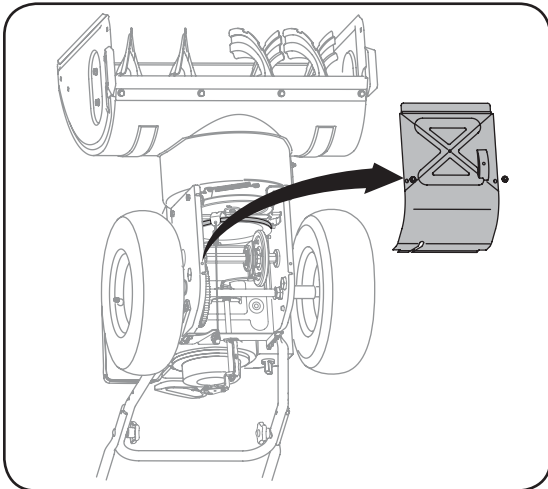

Figure 6-5
1. Basculez doucement la souffreuse vers l'avant pour la faire reposer sur l'habitacle de la tarière. Voir la Figure 6-5.
qui le maintiennent en place. Voir la Figure 6-5.
2. Basculez doucement la souffluse vers l'avant pour la faire reposer sur l'habitacle de la tarière. Voir la Figure 6-5.
2. Basculez doucement la souffléuse vers l'avant pour la faire reposer sur l'habillage de la tarière. Démontez le couvre-châssis du dessous de la souffléuse en retirant les quatre vis auto-taraudeuses qui le maintiennent en place. Voir la Figure 6-5.
1. Basculez la souffluse vers l'avant puis démontez le couvre-châssis du dessous de la souffluse en retirant les vis auto-taraudeuses. Voir la Figure 6-5 à la page 17.